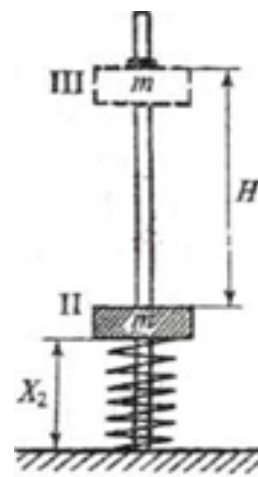

Рис. 2
При надавливании рукой на шайбу (цилиндр) пружина деформируется и «запасается» потенциальной энергией Π_1 (рис. 2).
В итоге цилиндр поднимется на высоту H и останавливается (см. рис. 2),
7. Измерьте наибольшую высоту H , на которую поднялась шайба (см. рис. 2). Определите диаметр D и высоту h шайбы (цилиндра).